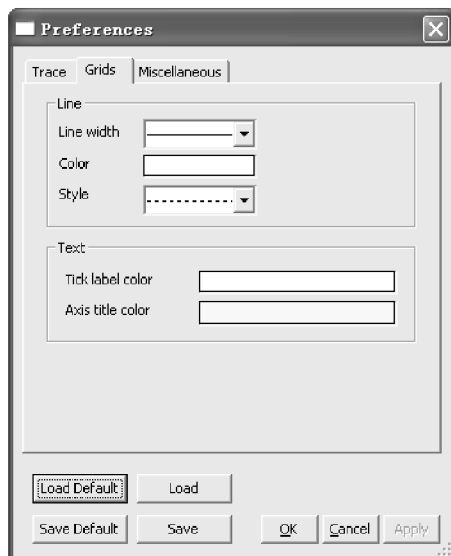

图 3-56 设置网格属性对话框
b. Grids 标签: 设置网格的属性, 其对话框如图 3-56 所示。